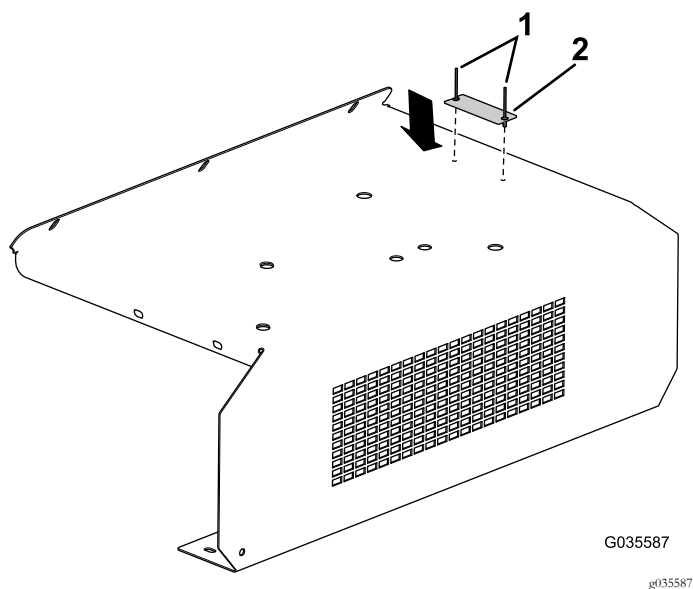

图7
2. 卸下将冲洗防护装置固定到机器的螺栓和螺母 图7。
5. 用 2 个铆钉将先前卸下的串联板安装到新冲洗防护装置上 图7。